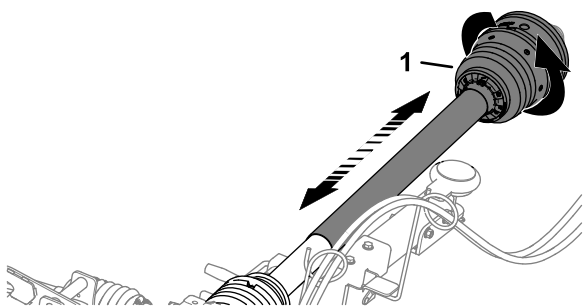

Рисунок 16
2. Поверните переднюю половину кожуха вала механизма отбора мощности на один полный оборот (Рисунок 16).
3. Переместите переднюю половину кожуха вала механизма отбора мощности так, чтобы сжать и растянуть ее, убедившись в свободном телескопическом перемещении (Рисунок 16).